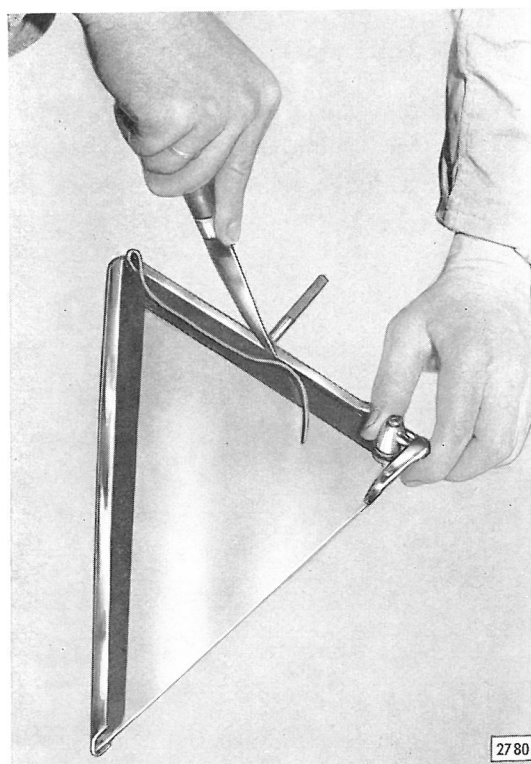

Bild 107 - Überstehende Gummifassung abschneiden
7. Überstehende Gummifassung entlang der Fensterleiste an der Innen- und Außenseite des Fensters sowie an den beiden Enden abschneiden (Bild 107).